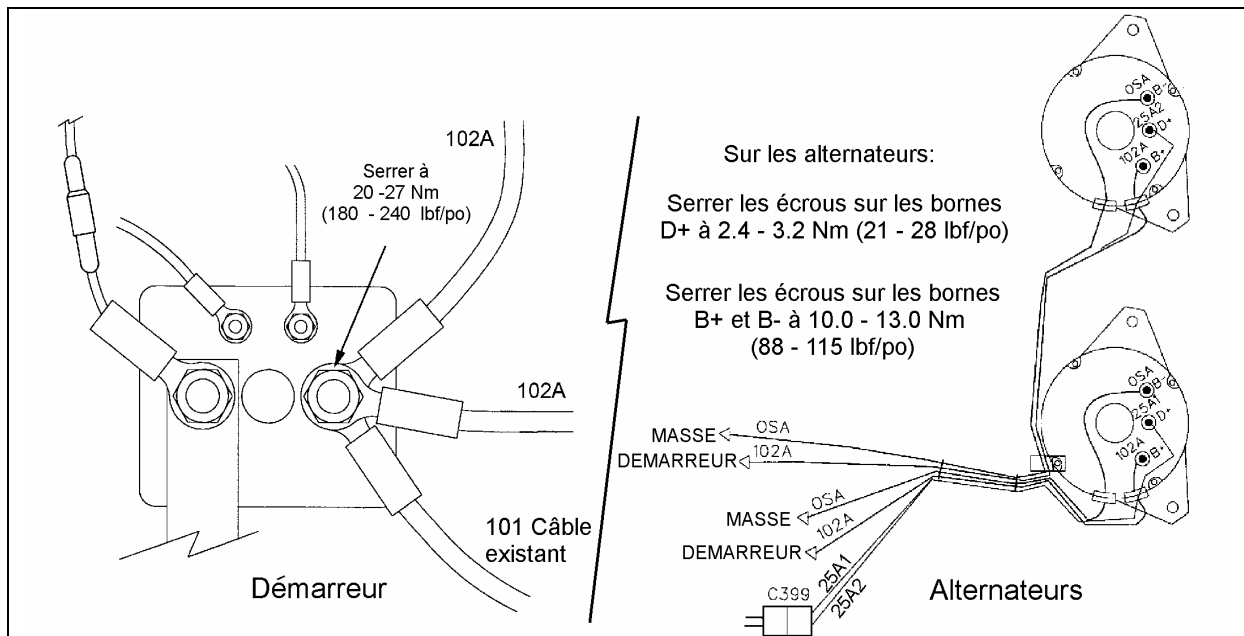

FIGURE 21 : INSTALLATION DES CABLES SUR L'ALTERNATEUR ET SUR LE DEMARREUR
22. Dans le compartiment moteur, une fois les alternateurs installés, branchez le fil 102A à la borne B+ sur chaque alternateur et serrez l'écrou à un couple entre 10.0 – 13.0 Nm (88 – 115 lbf/po). Branchez l'autre extrémité des câbles sur la borne d'alimentation du solénoïde du démarreur et serrez à un couple entre 20 – 27 Nm (180 – 240 lbf/po), (voir figure 21).